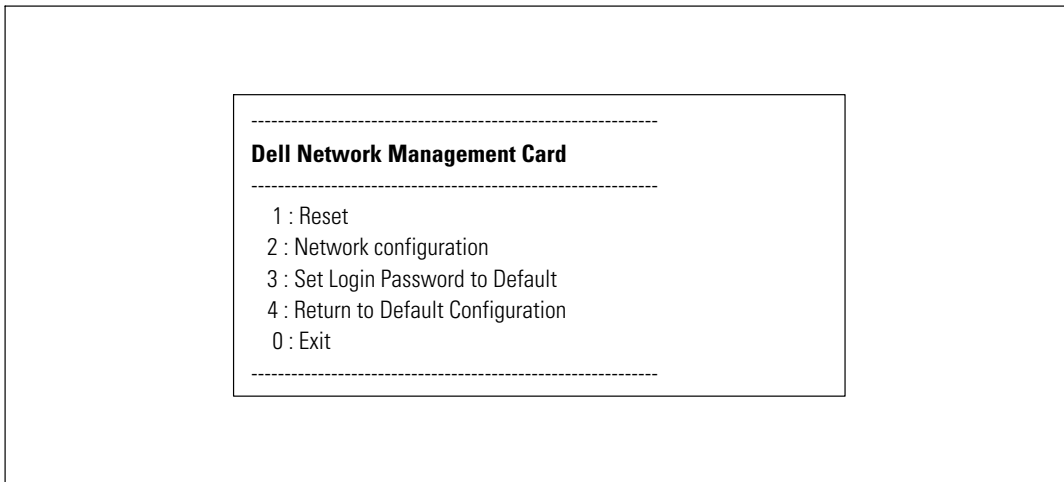

Рисунок 38. карта сетевого управления Dell - Главное меню
- 3 Введите пароль **admin** (не может быть изменен). Отобразится главное меню карта сетевого управления Dell (см. Рисунок 38).